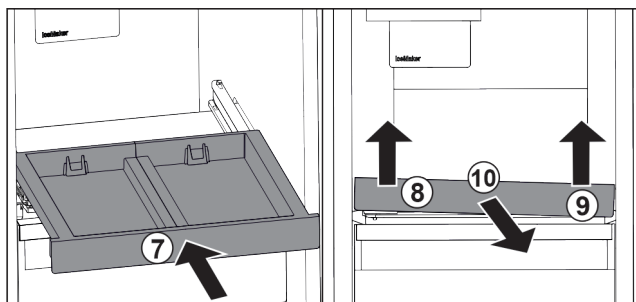

Fig. 196
- Shtyni brenda raftin me tërheqje. Fig. 196 (7)
- Ngrini lart raftin me tërheqje përpara majtas. Fig. 196 (8)
- Ngrini lart raftin me tërheqje përpara djathtas. Fig. 196 (9)
- Hiqeni nga përpara raftin me tërheqje. Fig. 196 (10)